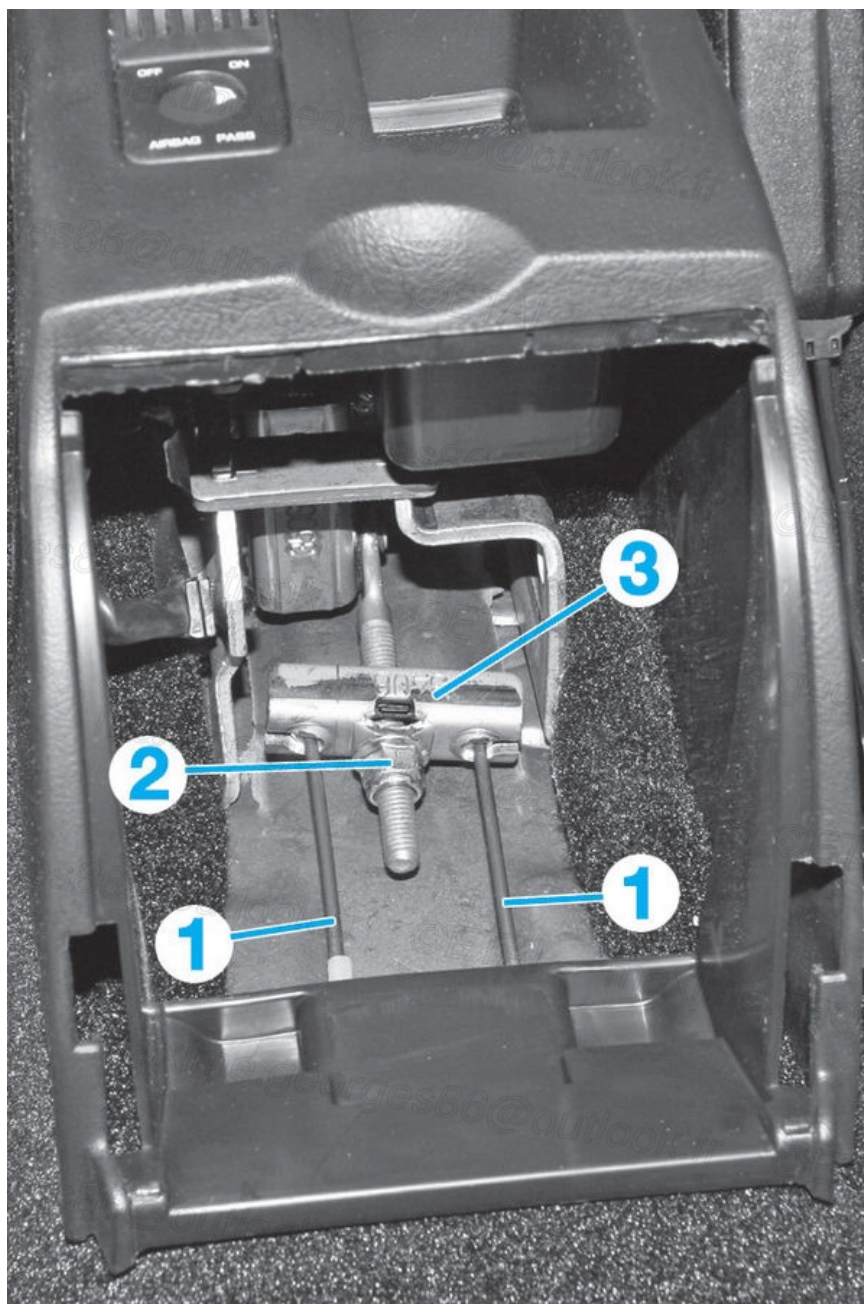

Fig.19
- Détendre les câbles secondaires (1) en dévissant l'écrou (2) (Fig.19) ([/media/RTA/RTA\\_714/RTA714A-007-019X.jpg](/media/RTA/RTA_714/RTA714A-007-019X.jpg)).